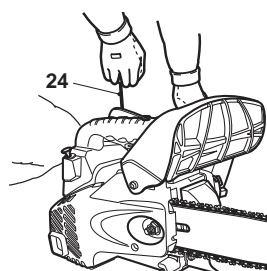

Fig. 28
5. Calez l'appareil par terre. Prenez la poignée avant (29) dans votre main gauche et calez l'arrière de la poignée arrière sur votre genou droit. Puis tirez d'un coup sec sur la poignée du lanceur à rappel jusqu'à ce que le moteur démarre (Fig. 28).